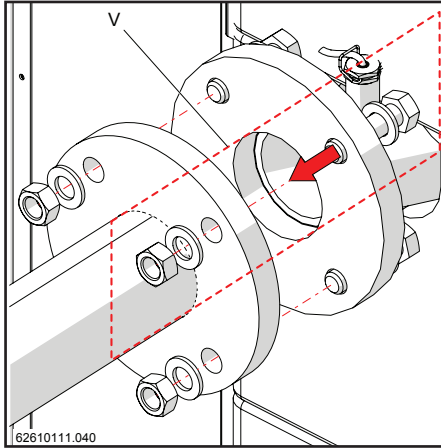

Figure 15-47
- 8.- Connectez les raccords hydrauliques avec les boulons "V" (non inclus dans le kit) dans le sens indiqué sur la figure 15-47.